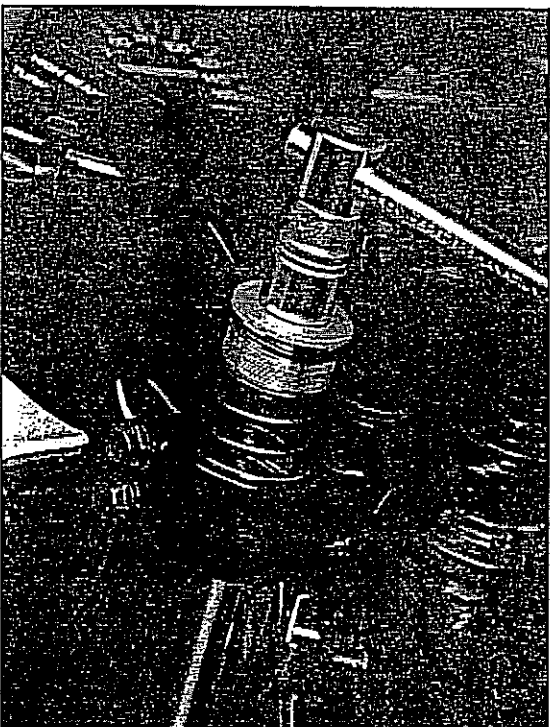

Bild 202
- Gabelfeder in Standrohr einführen. Es folgen Federsitz und je nach Typ Distanzstück oder Vorspannfeder. Obere Gabelverschlusschraube (SW 17) mit geöltem O-Ring montieren. Siehe Bild 202. Darauf achten, dass die gekröpften Druckluftventile der älteren Ausführungen im Winkel von 45° zur Fahrzeuglängsachse nach vorn weisen.